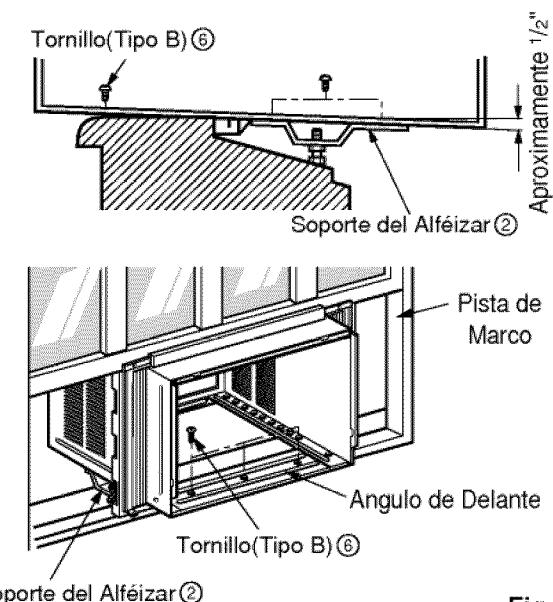

Fig. 5
6. El gabinete debe ser instalado con una **pequeña caída(cerca de 1/2") hacia abajo** hacia afuera (Ver Fig. 5).